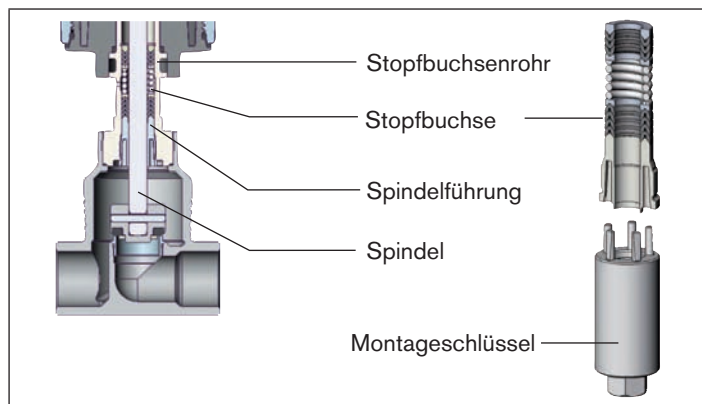

Bild 27: Austausch Stopfbuchse
- Für den Austausch der Stopfbuchse speziellen Montageschlüssel verwenden (siehe „Bild 27: Austausch Stopfbuchse“).